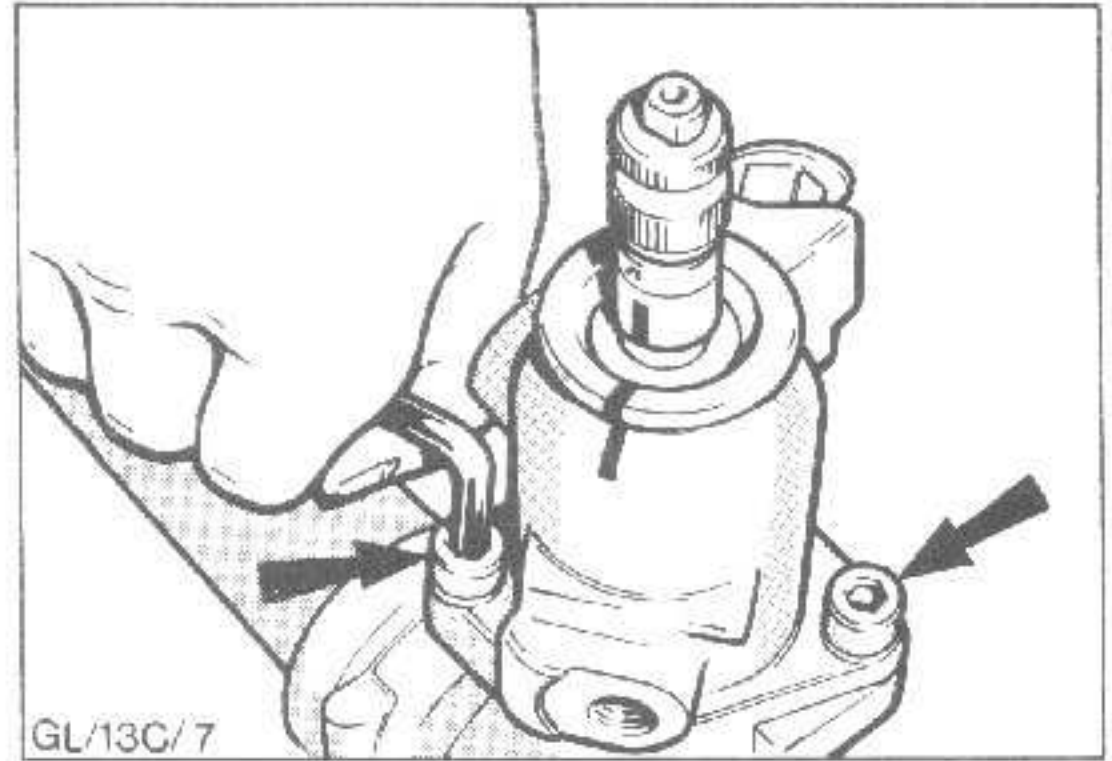

Abb.22 Ventilgehäuse abschrauben (Innensechskantschrauben)
8. Ventilgehäuse vom Zahnstangengehäuse abschrauben (2 Innensechskantschrauben), Abb.22.